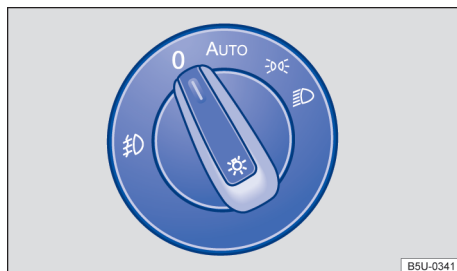

Fig. 63 No painel: interruptor das luzes.
Girar o interruptor das luzes → Fig. 63 para a posição desejada:
- Ligar o farol de neblina : o interruptor das luzes → Fig. 63 deve estar na posição ou . Puxar o interruptor até o primeiro engate.